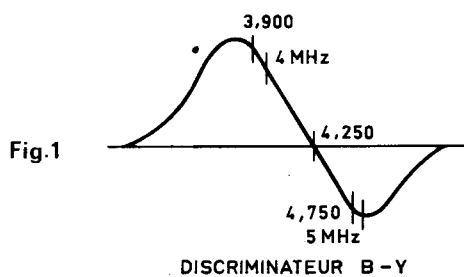

Fig.1
- Régler le condensateur ajustable 4/16 pF du primaire pour avoir le maximum d'amplitude puis du secondaire pour le centrage de la courbe de façon à obtenir la figure 1 (fo = 4250 KHz).